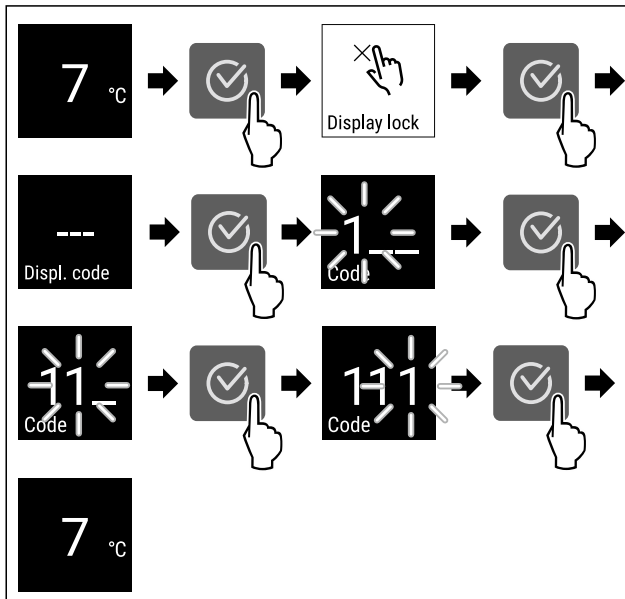

Fig. 50 \*
- ▶ Изпълнете стъпките (виж Fig. 50) .\*